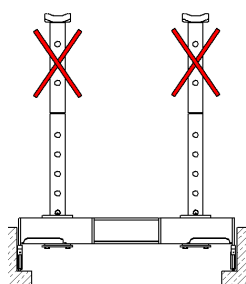

Fig. 20
- **Los conductos de soporte y los separadores no deben apilarse. ¡Riesgo de tropiezo! →Fig. 20; Fig. 17**